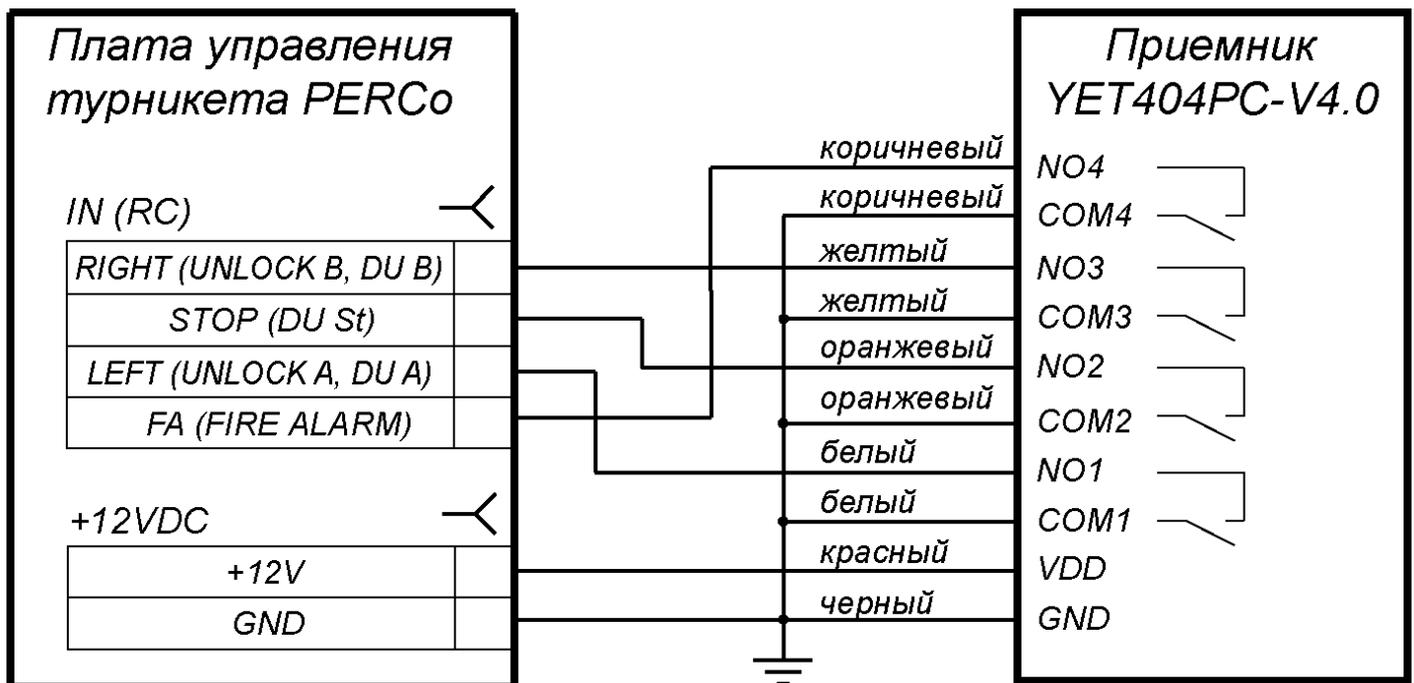

Рисунок 2. Рекомендованная схема подключения приемника YET404PC-V4.0 к плате управления ИУ
1. Установите приемник на выбранное место и подключите его (см. рис. 2) к плате управления ИУ в соответствии с эксплуатационной документацией ИУ. Релейные выходы подключаются к контактам платы управления ИУ, предназначенным для подключения кнопок ПДУ **LEFT**, **STOP**, **RIGHT**, а также при необходимости к контакту **Fire Alarm**.